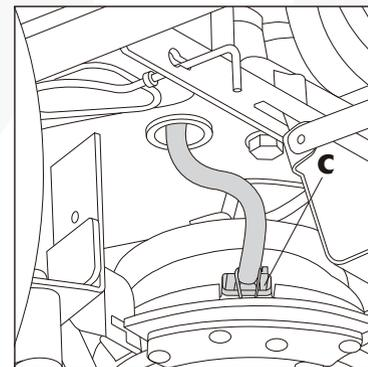

Fig. 27B
4. Desenchufe el arnés del embrague electromagnético de su conector. (c, Fig. 27B)